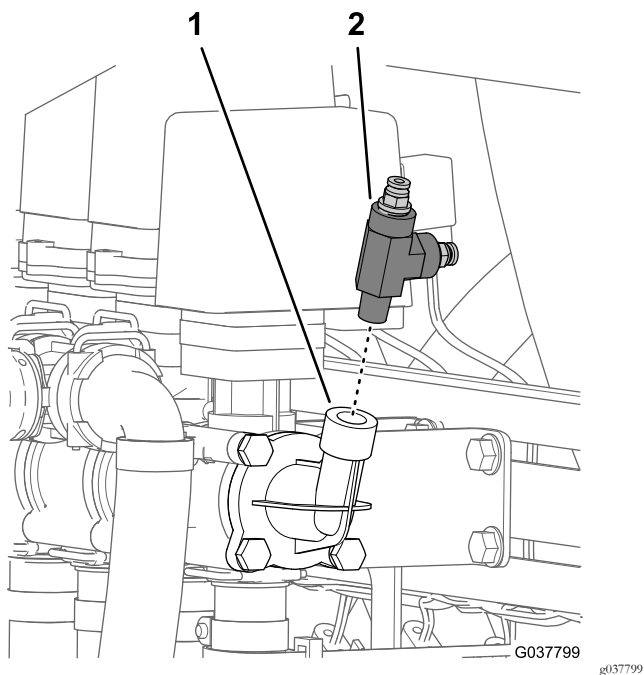

Рисунок 13
4. Снимите тройник со штуцера отверстия нагнетания (Рисунок 13).